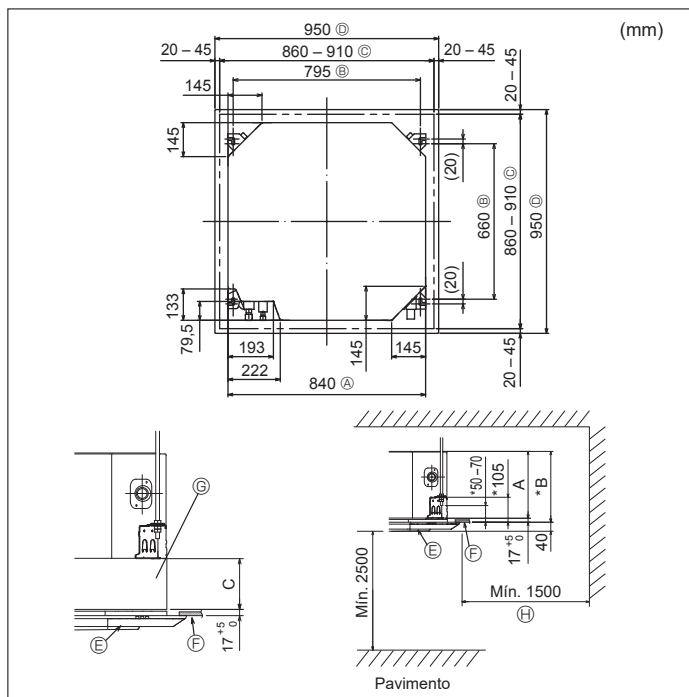

Fig. 3-2
3.2. Localizações das aberturas no tecto e da instalação dos parafusos de suspensão (Fig. 3-2)
- * As dimensões da abertura do tecto podem ser reguladas dentro dos limites indicados na Fig. 3-2. Por isso, centre a unidade principal na abertura do tecto, de maneira a que os lados opostos correspondentes aos lados da abertura sejam idênticos.